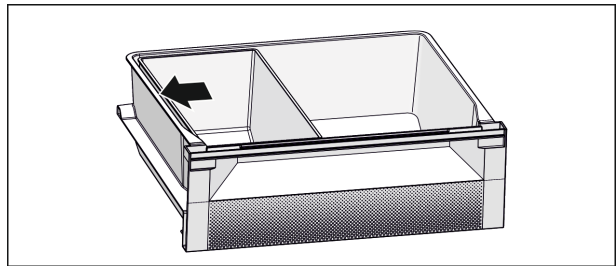

Fig. 6
- ▶ Ustawić przegrodę Fish & Seafood. W przedstawionej pozycji Fig. 6 (I) zachowana jest optymalna funkcja chłodzenia.